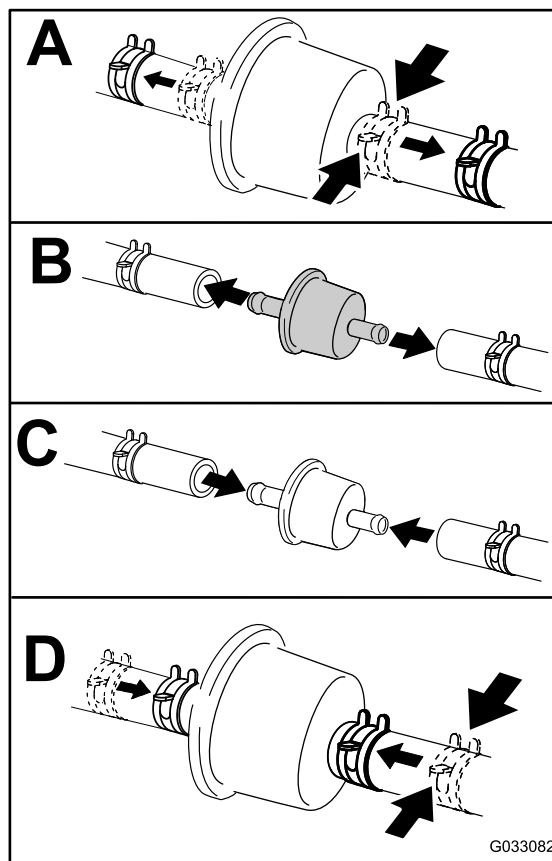

Figura 52
4. Înlocuiți filtrul de combustibil (**Figura 52**).